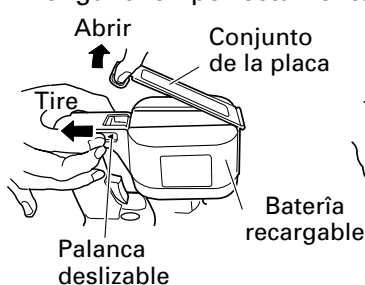
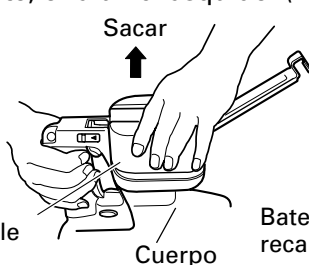

Fig. 3
Fig. 4
1. Dé la vuelta al cuerpo y sujételo firmemente. Después abra el conjunto de la placa tirando de la palanca deslizable. (Fig. 3) Para extraer la batería, tire hacia afuera sujetando fuertemente el cuerpo. (Fig. 4)